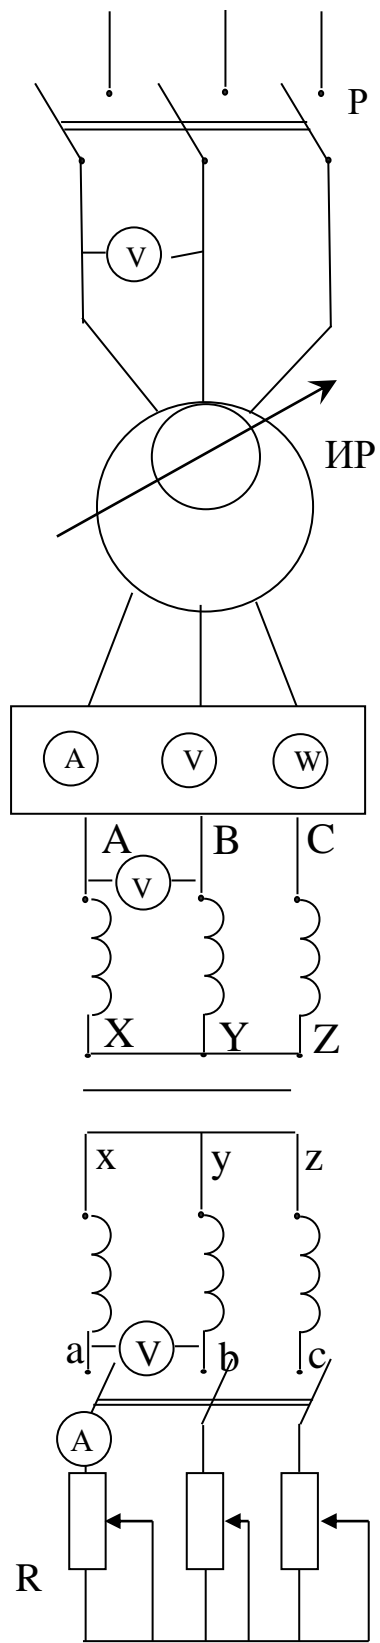

Рис. 1.
3.1 Произвести внешний осмотр трансформатора и собрать схему рис.1.